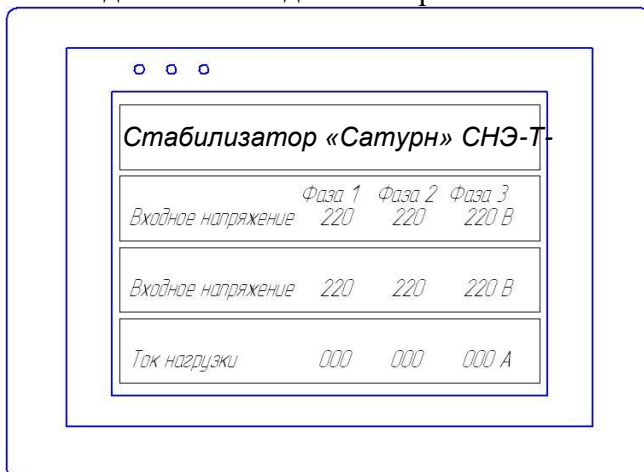

Рис.1. Примерный вид индикаторной панели в режиме работы «СТАБИЛИЗАЦИЯ».
2.2.5. Произвести подключение входных и выходных кабелей по схеме (рис.1) требуемым сечением, согласно маркировке на шинных сборках:
2.3.3.2. В этом режиме происходит подготовка стабилизатора к включению и не более чем через 7 сек., если выходное напряжение находится в рабочем диапазоне, подключается нагрузка. При этом на индикаторной панели высвечиваются по каждой фазе L1, L2, L3 показания входного и выходного напряжения и показания тока (см. рис.1).